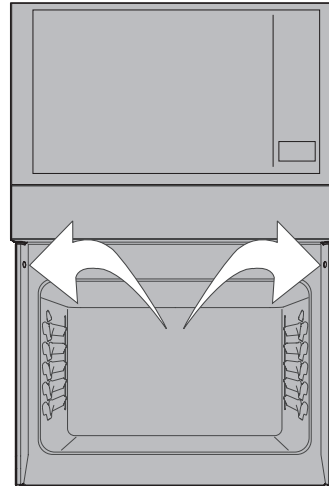

Figura 7: Tornillos de Montaje Antivuelco
A. Los agujeros de instalación en las molduras laterales pueden utilizarse como plantilla para ubicar los agujeros de los tornillos de montaje del electrodoméstico (vea la figura 7).